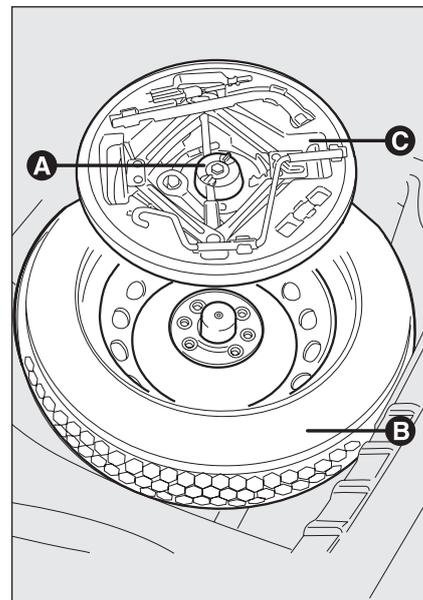

fig. 2
- svitare il dispositivo di bloccaggio **A**-fig. 2;
- prelevare il contenitore portattrezzi **C**-fig. 2 e portarlo accanto alla ruota da sostituire;
- prelevare la ruota di scorta **B**-fig. 2;
- reinsertire nel proprio contenitore **C-fig. 2** il cric parzialmente aperto forzandolo leggermente nella propria sede in modo da evitare eventuali vibrazioni durante la marcia;
- sistemare il contenitore **C-fig. 2**, completo di attrezzi, nella ruota di scorta;
- avvitare il dispositivo **A-fig. 2** di bloccaggio contenitore attrezzi;